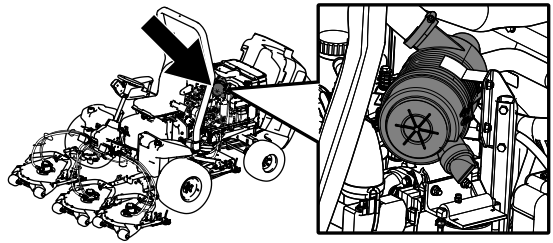

**Figura 47**
- Cojinetes de los ejes de las unidades de corte (2 por unidad de corte) – Figura 47